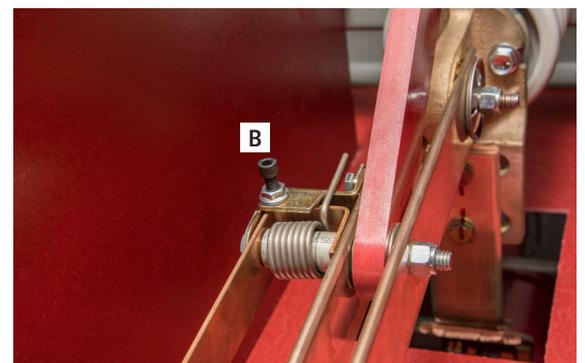

Figure 46 : Vis de réglage de la lame d'arc
Remarque : Si des corrections de la position de la lame à action rapide sont nécessaires (une fois toutes les étapes précédentes terminées), elles peuvent être effectuées en desserrant le contre-écrou sur la vis de réglage de la lame d'arc (voir la Figure 46) et en tournant la vis vers l'intérieur ou l'extérieur pour obtenir le bon positionnement de la lame à action rapide. Resserrez le contre-écrou.
2. Connectez une balance à ressort aux lames principales à environ 1-1/2 po en dessous du contact de la mâchoire, comme illustré à la Figure 46 : Utilisation de la balance à ressort pour le réglage de la lame de l'interrupteur à la page 62.